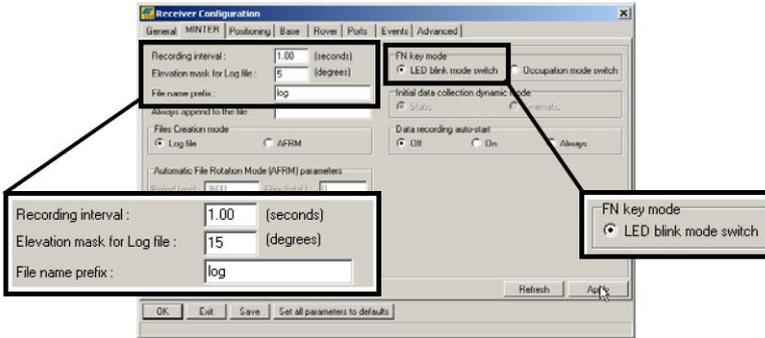

Figura 3-3. Configuración de la MINTER para registro de datos estáticos
5. Haga clic en la pestaña MINTER y configure los ajustes siguientes (Tabla 3-1), a continuación haga clic en **Apply** (Figura 3-3 en la página 3-5).